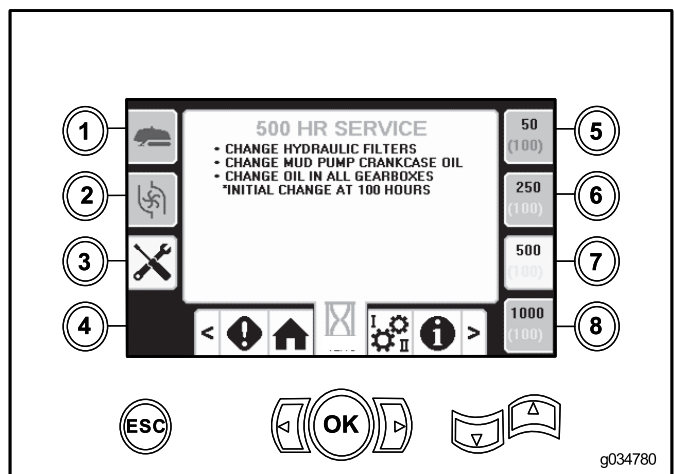

Figura 53
- Botón 7 – 500 horas (Figura 53)